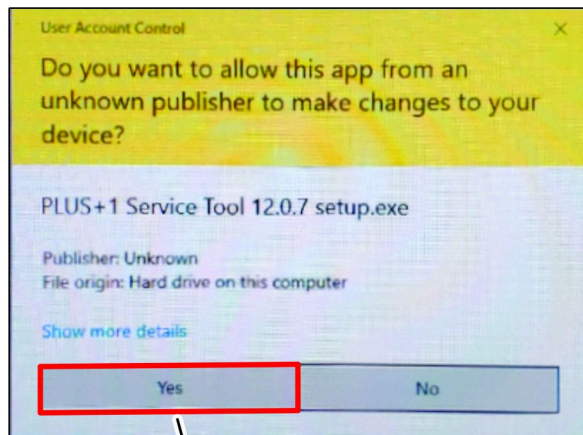

Figura 7
2. Se a caixa de diálogo Controlo da Conta de Utilizador aparecer, clique em SIM (Figura 7).